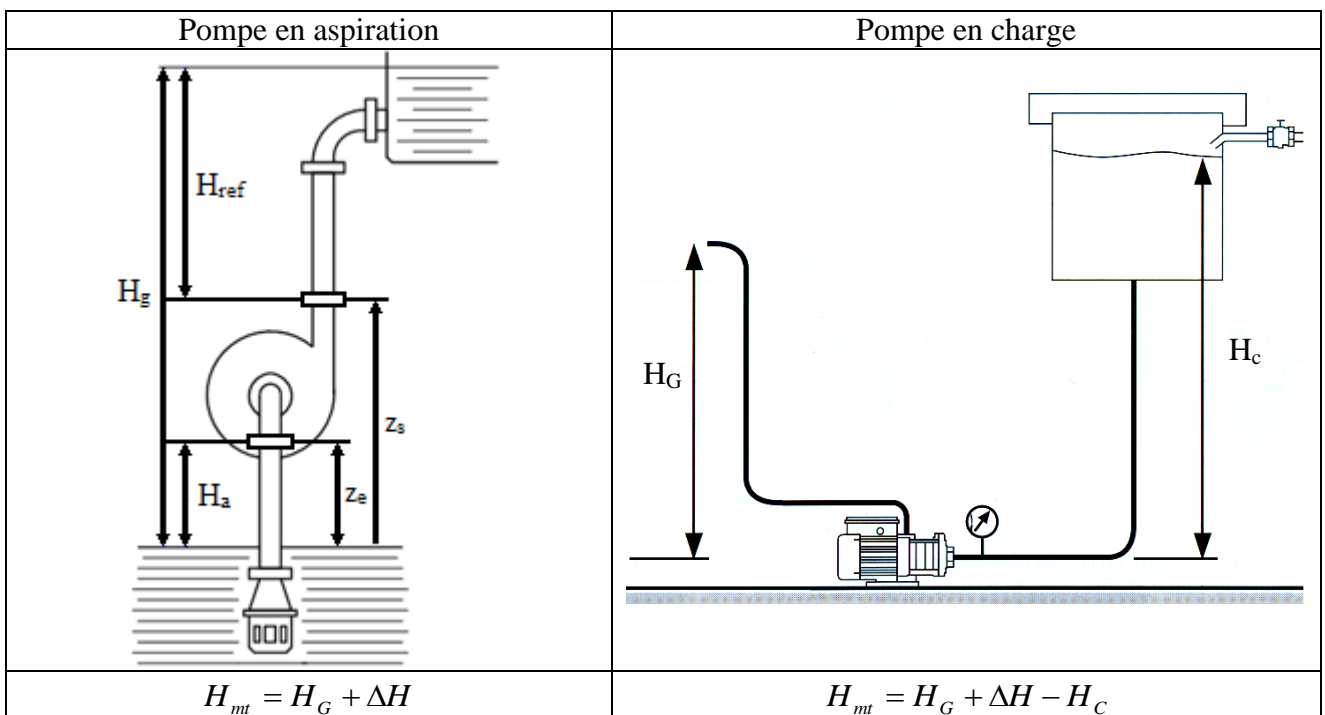

Figure 11: La hauteur manométrique totale
Appliquons le théorème de Bernoulli entre (1) et (2) (**Figure 11**) pour déterminer la hauteur maximale d'aspiration :